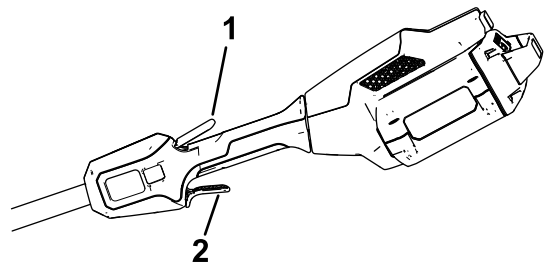

Figure 10
4. Pour mettre la débroussailleuse en marche, appuyez sur la gâchette de verrouillage, puis serrez la gâchette de marche (Figure 10).